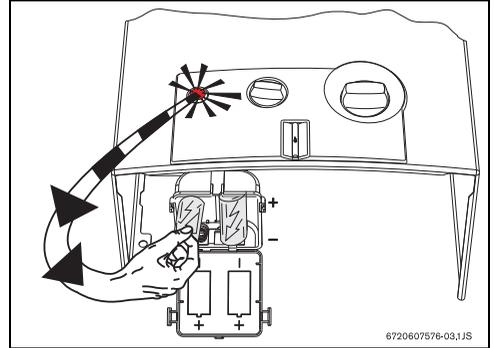

Bild 5 Ersetzen der Batterien
- ▶ Die zwei Batterien richtig einlegen (Abb. 5) Typ R 1,5V, mitgeliefert.